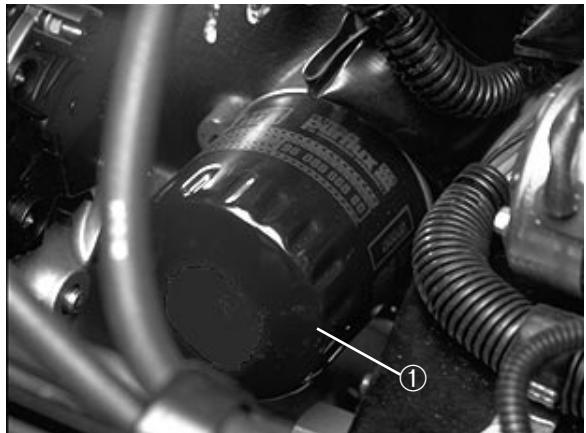

Fig. 41
2. Togliere il tappo di spurgo (Fig. 41). Spalmare un leggero strato di olio pulito sulla nuova guarnizione del filtro prima di avvitarla. NON STRINGERE TROPPO.